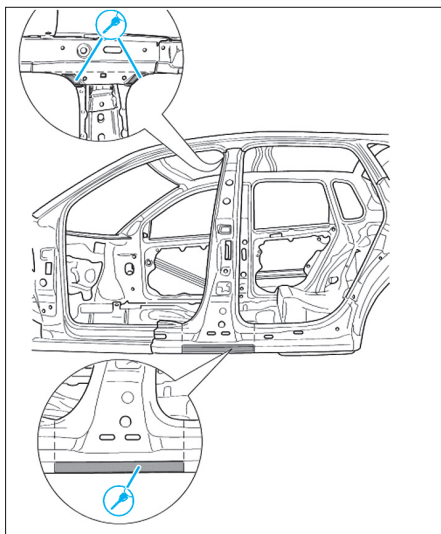

FIG. 54
- Dépointer le montant B aux endroits indiqués (Fig.54).